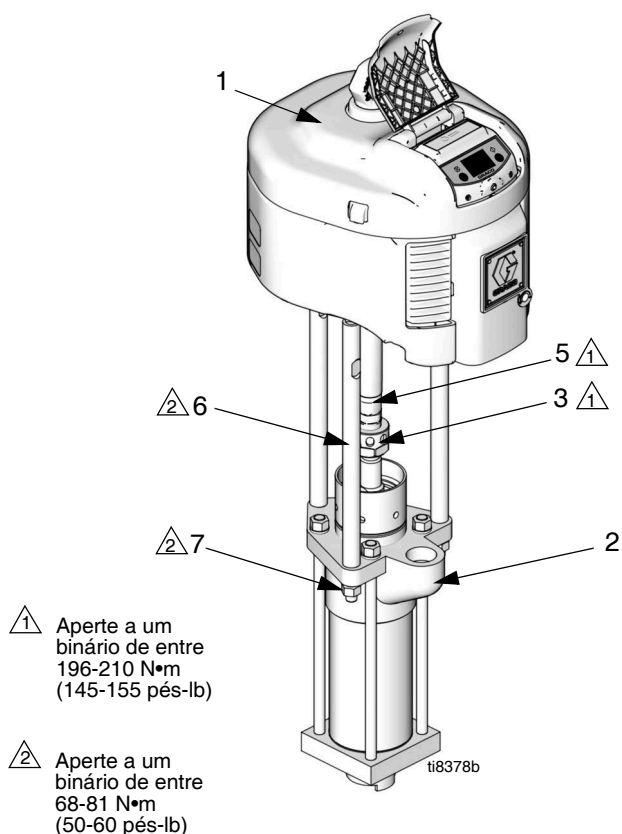

FIG. 3. Voltar a Ligar a Base da Bomba
3. Segure o acessório de saída de líquido com uma chave para não o deixar desapertar ao desconectar o tubo flexível de aspiração. Consulte FIG. 3.
4. Desaperte a porca de acoplamento (3) do adaptador da haste de ligação (5). Remova os aros de acoplamento; não os perca ou deixe cair. Consulte FIG. 3.
1. Aperte o adaptador da haste de ligação (5) ao veio do motor pneumático. Aperte tal como indicado em FIG. 3.
2. Aperte os tirantes (6) ao motor pneumático (1). Se utilizar uma chave nas partes planas do tirante, aperte tal como indicado.
3. Certifique-se que a porca de acoplamento (3) e os aros de acoplamento (4) estão no devido lugar na haste de deslocamento.
4. Tenha pelo menos duas pessoas a segurar a base da bomba enquanto outra volta a ligá-la ao motor (veja o **ATENÇÃO**, página 12). Oriente o conector de saída de líquido da bomba para a entrada de ar tal como está indicado em **Desligar a Base da Bomba**. Coloque a base da bomba (2) nos tirantes (6).
5. Aperte as porcas (7) aos tirantes (6) e aperte tal como indicado na FIG. 3.
6. Aperte a porca de acoplamento (3) ao adaptador da haste de ligação (5) de forma leve. Segure as partes planas do adaptador da haste de ligação com uma chave para evitar que rode. Utilize outra chave inglesa para apertar a porca de acoplamento. Aperte tal como indicado em FIG. 3.
7. Voltar a ligar todos os fios. Volte a ligar o fio de terra caso esteja desligado. Encha o copo húmido (AD) até 1/3 com o Graco Throat Seal Liquid ou um outro solvente compatível.